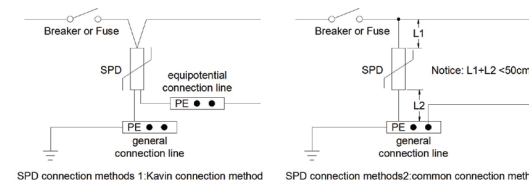

Рис. 3. Способы подключения TL240L385-1PN
- При подключении TL240L385-1PN рекомендуется использовать мост Кельвина. Обычное параллельное соединение также возможно, но в этом случае необходимо использовать многожильный медный кабель с изоляцией, площадью поперечного сечения и общей длиной не менее 16 мм2 и 0.5 м соответственно (Рис. 3)